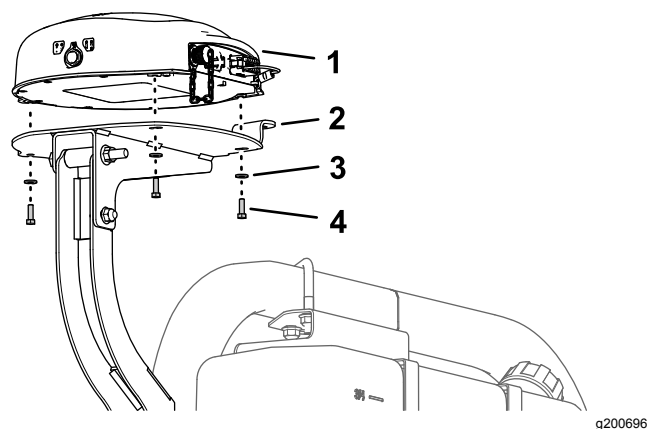

図 156
1. 受信機底部の3本のねじ部を、マウントの3つの穴に合わせる 図 156。
2. 受信機をマウント荷台に固定する 図 156 六角ヘッドボルト 5 x 16mm 3本と、ワッシャ 5 x 16mm 3枚を使用する。